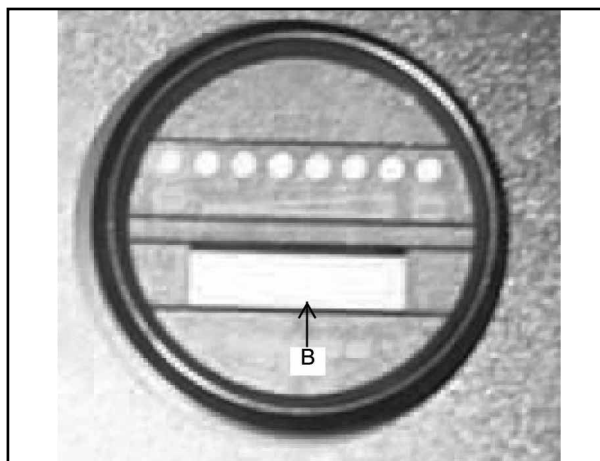

FIGURA 13
El medidor de horas de funcionamiento (B) está situado en el panel de instrumentos, como se muestra en la figura 13. La pantalla muestra las horas totales que la máquina ha estado funcionando. El medidor se activa cuando el interruptor de contacto se coloca en la posición de encendido. El medidor puede utilizarse para determinar cuándo realizar el mantenimiento de la máquina.